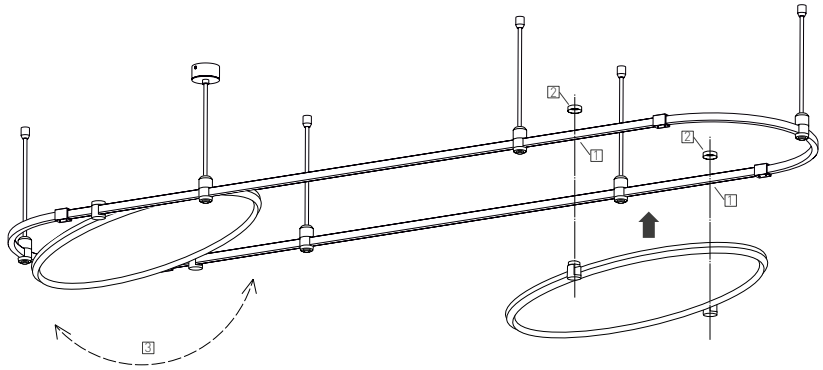

Рис. 2. Установка светильника
- 3.2. Устройство крепления выполнено в виде закручивающегося фиксатора с правой резьбой, который закручивается в верхнюю часть корпуса светильника. Открутите верхнюю часть фиксатора у светильника, тем самым освободив установочное пространство. Установите светильник в необходимом месте шинопровода [1] и зафиксируйте его, закрутив верхнюю часть фиксатора светильника [2], как показано на рис. 2.